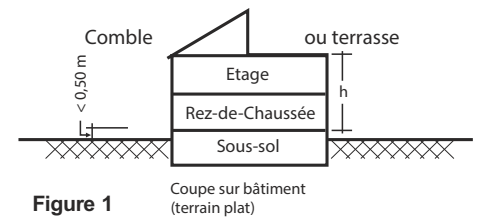

Figure 1
- Conditions de niveaux (fig.1) :